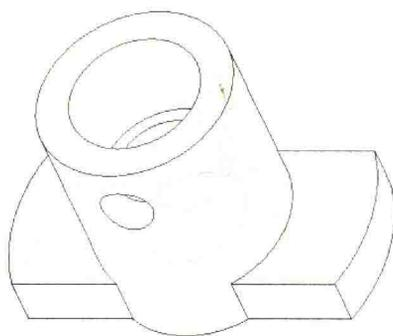

图 1-7 “隐藏线”显示方式
- (2)  隐藏线：使隐藏线以灰色显示，如图 1-7 所示。